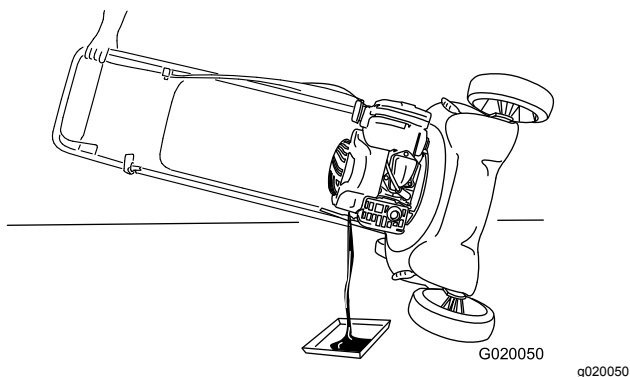

Figura 27
- 4. Ponga la máquina de lado (de modo que el filtro de aire quede hacia arriba) para drenar el aceite usado a través del tubo de llenado de aceite (Figura 27).